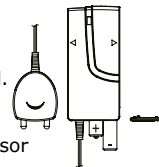

Fig. 1
- Entfernen Sie die Batteriefachabdeckung, beachten Sie beim Einlegen der neuen Batterien die korrekte Polarität (siehe Abb. 1) und schließen Sie die Abdeckung. (Es werden 2 AAA-Batterien benötigt).
- Remove the battery cover; insert new batteries, noting the polarity as shown in Fig. 1, and replace the cover. (Requires 2x AAA batteries).